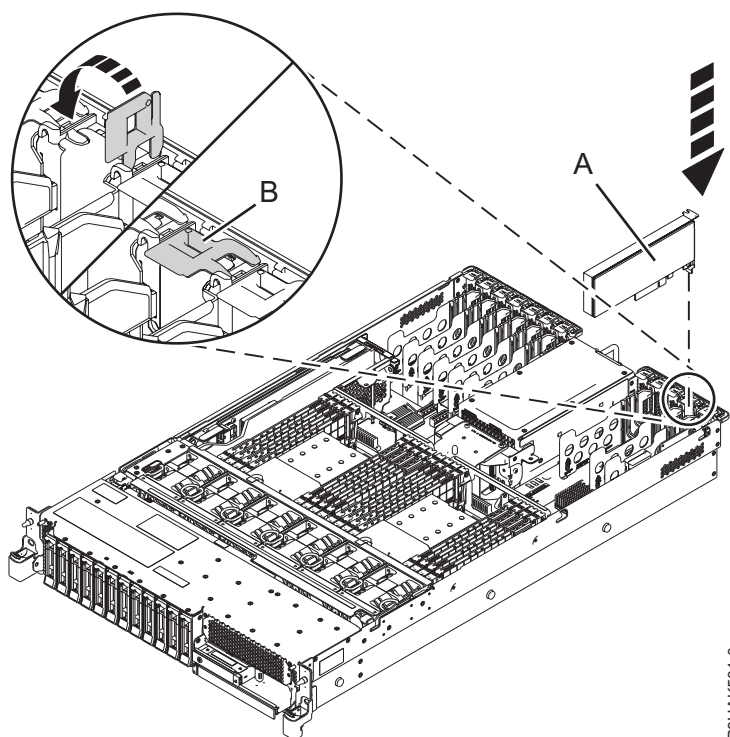

Figura 9. Instal·lació o substitució d'un adaptador PCIe al sistema 5148-21L, 5148-22L, 8247-21L, 8247-22L, 8284-21A, o 8284-22A
7. Si el pestell d'adaptador (B) de la ranura de destinació encara no està en la posició d'obertura, estireu el pestell fins que es col·loqui en posició d'obertura fent-lo girar cap a fora del clip de la part posterior del sistema, tal com es mostra a la Figura 9.
8. Agafeu amb compte l'adaptador per l'extrem superior o per la contrapunta i alineu-lo amb la ranura i el seu connector de la placa posterior del sistema (A), tal com es mostra a Figura 9.
10. Per bloquejar l'adaptador dins la seva ranura, feu girar el pestell d'adaptador (B) en la direcció que es mostra a la Figura 9.